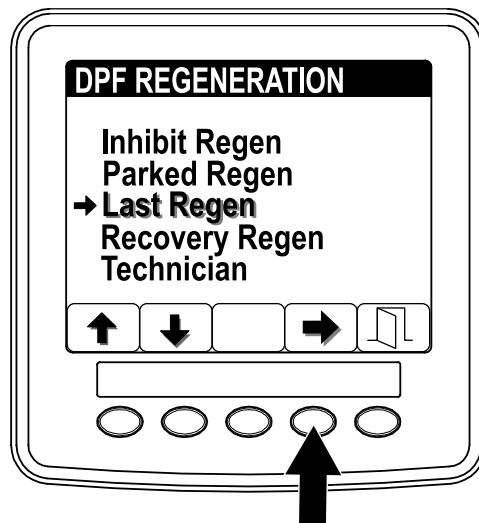

Рисунок 36
1. Перейдите к меню DPF Regeneration (Регенерация DPF) и нажмите кнопку 1 или 2 для прокрутки к опции LAST REGEN (ПОСЛЕДНЯЯ РЕГЕНЕРАЦИЯ) (Рисунок 36).
2. Нажмите кнопку 4 для выбора позиции Last Regen (Последняя регенерация) (Рисунок 36).